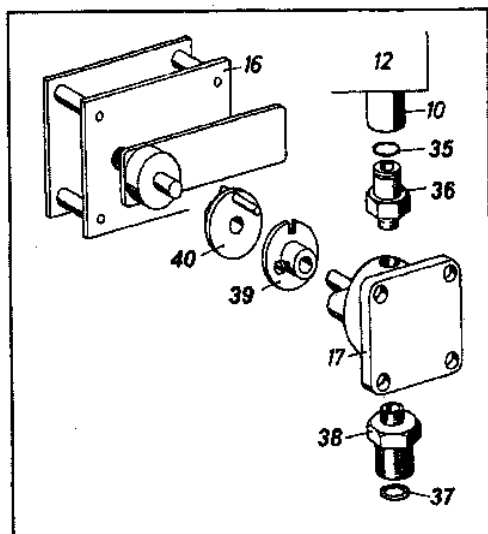

Рис. 5
В баке находится колено масляного трубопровода (19) фибровое уплотнение для соединения переходника (рис. 5/37) с коленом масляного трубопровода и фильтр (11).
Поставьте калорифер на поддон (1), в котором скапливается утекшее масло. Установите чашу сгорания (2) с помощью прилагаемого крюка на дно бачка с форсункой и поверните выемкой напротив трубы для подачи топлива (21). Положите контрольный диск (4) выпуклостью вверх на буртик стенки бачка с форсункой. Подвесьте отводную заслонку (8) в угол над штуцером. Закрепите бак (12) в шлицы рейки (9). Соедините колено масляного трубопровода (19) болтами внизу с трубой для подачи топлива (21) а сверху на баке с уплотнением. При затягивании болтов переходник необходимо прижать к насосу (рис. 5/36) чтобы избежать нарушения соосности оси насоса. Уплотнение прикреплено к этой инструкции по эксплуатации. Вставьте пяти-полюсный штекер (28) слева в розетку на кронштейне мотора (14). Теперь проверьте, чтобы кран для слива воды (13) был закручен, а алюминиевый стакан (23) свободно стоял в креплении микропереключателя. Рычаг микропереключателя должен двигать алюминиевый стакан вверх.
Схема: Мотор с шестерёнчатым насосом (рис. 5)